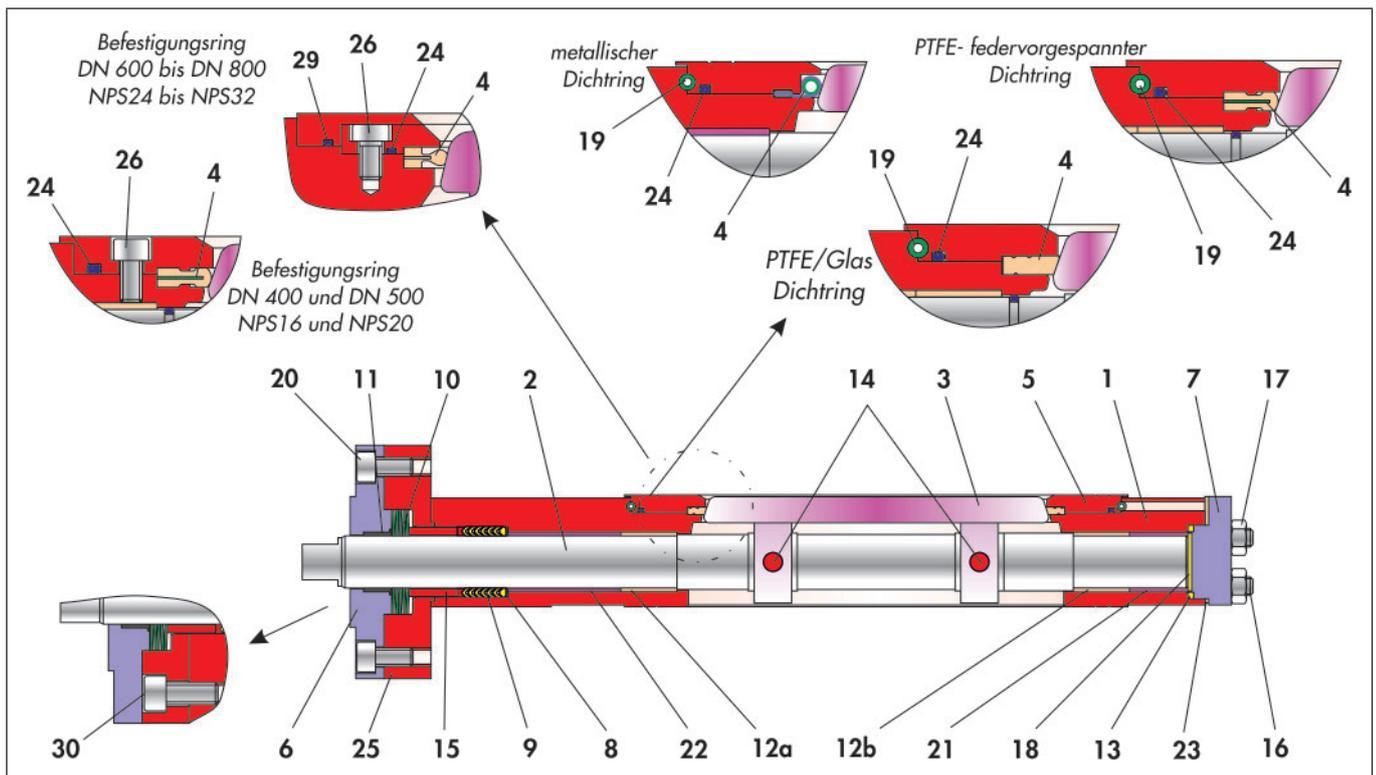

Bild 3-4: Schnittzeichnung der Klappe BR 14c mit tellerfedervorgespannter Dachmanschettenpackung
- ⇒ Der so vormontierte Deckel in die Lagerbohrung des Klappengehäuses (1) einführen und mit den Stiftschrauben justieren.
- ⇒ Deckel (7) mit Muttern (17) gleichmäßig und wechselseitig anziehen.
- ⇒ Druckscheibe (8) über das freie Wellenende an die entsprechende Stelle im Klappengehäuse schieben.
- ⇒ PTFE-Dachmanschettenpackung (9) über die Welle in die Gehäusebohrung schieben und mit einer Montagehülse andrücken. Die Anordnung der Dachmanschettenpackung ist der Schnittzeichnung Bild 3-4 zu entnehmen.
- ⇒ Zwischenflansch (25) auf das Gehäuse aufsetzen und mit Schrauben (30) justieren.
- ⇒ Schrauben (30) gleichmäßig und wechselseitig anziehen.
- ⇒ Druckstück (15) über die Schaltwelle schieben und an die entsprechende Stelle im Gehäuse eindrücken.
- ⇒ Tellerfedersatz (10) einbringen. Die Anordnung der Tellerfedern ist der Schnittzeichnung Bild 3-4 zu entnehmen.
- ⇒ Lagerbuchse (11) in die Stopfbuchse (6) eindrücken.
- ⇒ Die so vormontierte Stopfbuchse sauber auf den Zwischenflansch stecken und mit Schrauben (20) justieren.
- ⇒ Schrauben (20) gleichmäßig und wechselseitig anziehen.
- ⇒ Zweiflach der Schaltwelle (2) parallel zur Klappenscheibe einstellen und gegen weiteres verdrehen sichern.